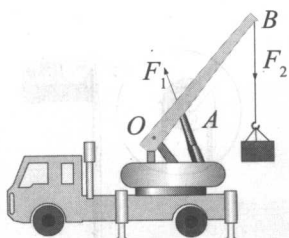

图 9-7
1. 图9-7是液压汽车起重机的示意图。请你画出动力臂和阻力臂。